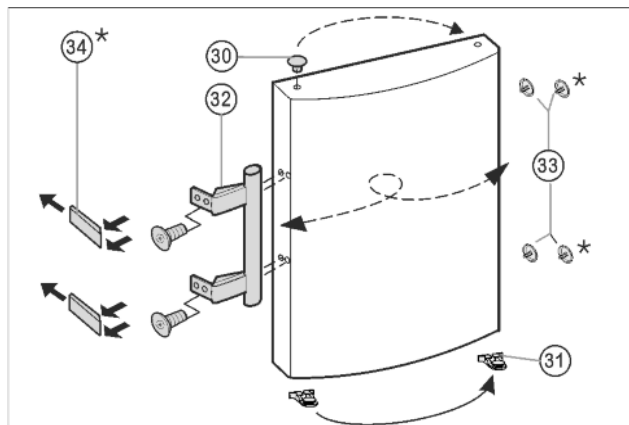

Fig. 8
- ▶ Витягніть пробки Fig. 8 (30) із втулок на дверцятах і переставте їх.
- ▶ Зніміть ручку дверцят Fig. 8 (32), пробки Fig. 8 (33) та пластини* Fig. 8 (34) і переставте на протилежний бік.